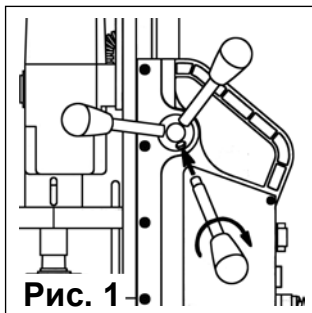

Рис. 1
- 1. Вкрутите все 3 рукоятки подачи сверла; (Рис. 1)**